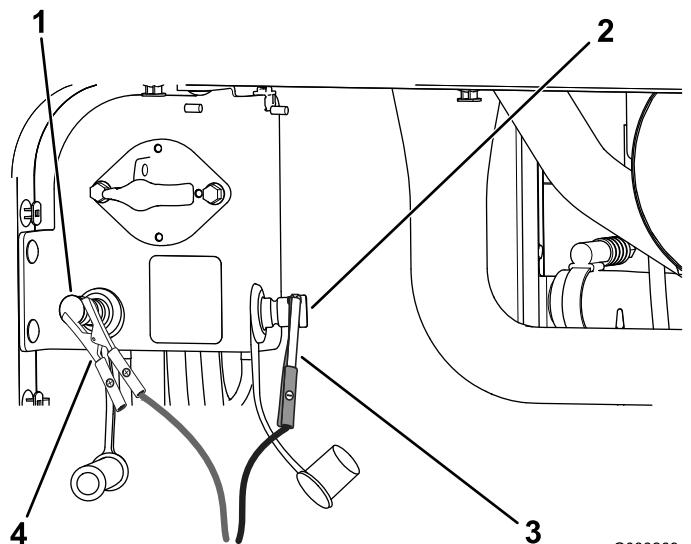

Figura 78
4. Conecte el cable puente positivo (+) al borne positivo de la batería del otro vehículo (Figura 78).
5. Conecte el cable puente negativo (-) al borne negativo de la batería del otro vehículo (Figura 78).
7. Cuando arranque el motor, haga que la otra persona desconecte el cable puente negativo (-) del borne negativo de la batería del otro vehículo, y a continuación, que desconecte el cable puente positivo (+) (Figura 78).